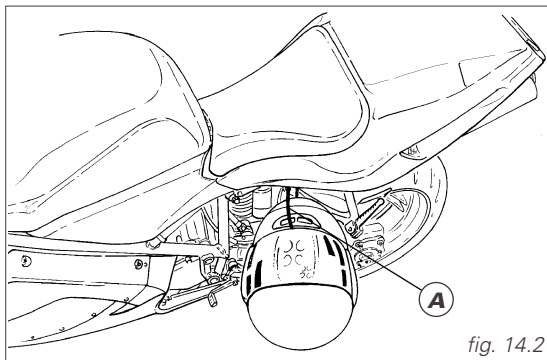

fig. 14.2
Introducir la llave de encendido en la cerradura (1) y girarla en sentido de las agujas del reloj. Tirar moderadamente, por la parte trasera, hacia afuera el cuerpo del asiento (2) y levantarlo hasta que apoye en el depósito combustible. En la parte trasera del alojamiento debajo del asiento encontrarán el cable de anclaje del casco. Introducir la extremidad del cable (A) en el casco y luego introducir el gancho en las extremidades del cable. Dejar colgado el casco (fig. 14.2) y proceder con el remontaje del asiento para sujetarlo.